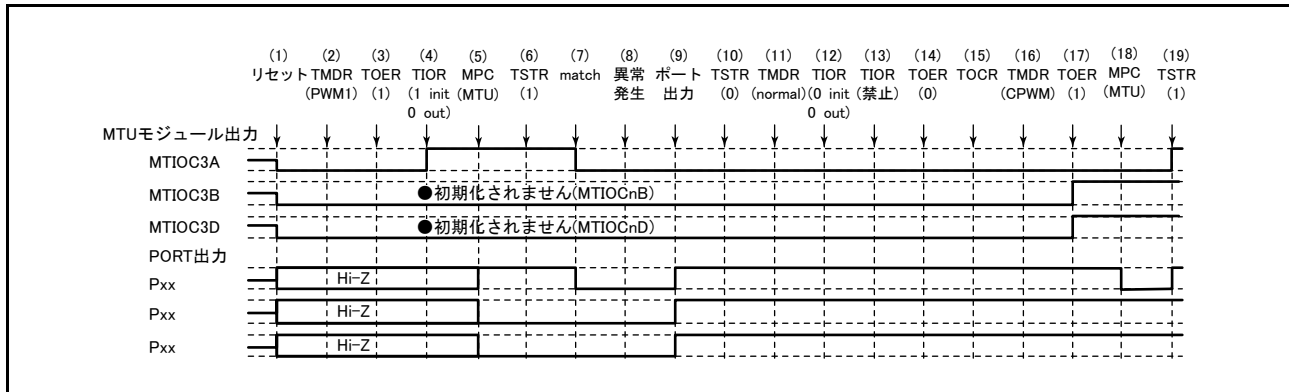

図 22.155 PWM モード 1 で異常が発生し、相補 PWM モードで復帰する場合
PWM モード 1 で異常が発生し、再設定後相補 PWM モードで再スタートする場合の説明図を図 22.155 に示します。
(1) ~ (14) は図 22.155 と共通です。
(15) TOCR1A、TOCR2A レジスタでリセット同期 PWM の出力レベルと周期出力の許可禁止を選択してください。
(16) リセット同期 PWM を設定します。
(17) TOERA レジスタで MTU3、MTU4 の出力を許可してください。
(18) MPC と I/O ポートのポートモードレジスタ (PMR) で MTU 出力としてください。
(19) TSTRA レジスタで再スタートします。